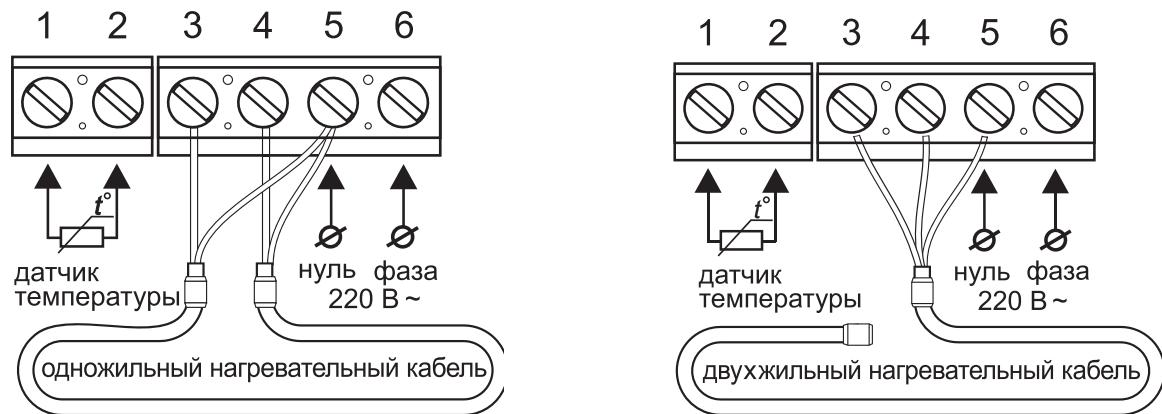

Рис. 20
Если у Вас 2-х проводная электрическая сеть (без проводника заземления), экран нагревательной секции подключается к нейтральному проводнику (N) сети питания, на клемму 5 (рис. 20).